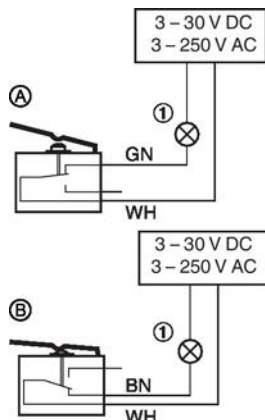

Fig. 47: Ejemplo de cableado del final de carrera
- Los interruptores de final de carrera se conectan siguiendo el esquema de conexión Fig. 47